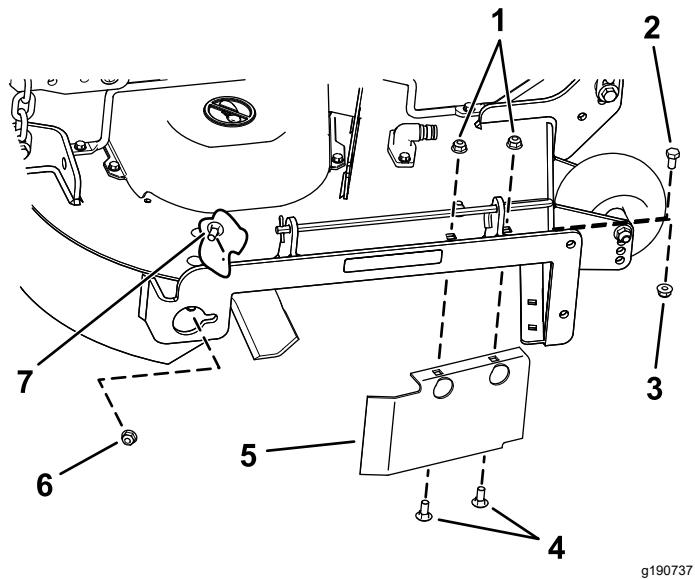

Bild 18
Rückwand des Mähwerks, mit denen das Ablenkblech am Mähwerk befestigt ist (Bild 18).
13. Bringen Sie die Befestigungen an, die Sie vorher aus den vorderen Löchern in der Auswurfplatte und dem vorderen Loch am Mähwerk entfernt haben (Bild 18).
9. Ermitteln Sie den Ablenkblechschutz an der vorderen Kante der Seitenauswurföffnung (Bild 18).
10. Entfernen Sie die Befestigungen, mit denen die Ablenkblechschutzvorrichtung und das rechte Ablenkblech am Mähwerk befestigt sind (Bild 18).